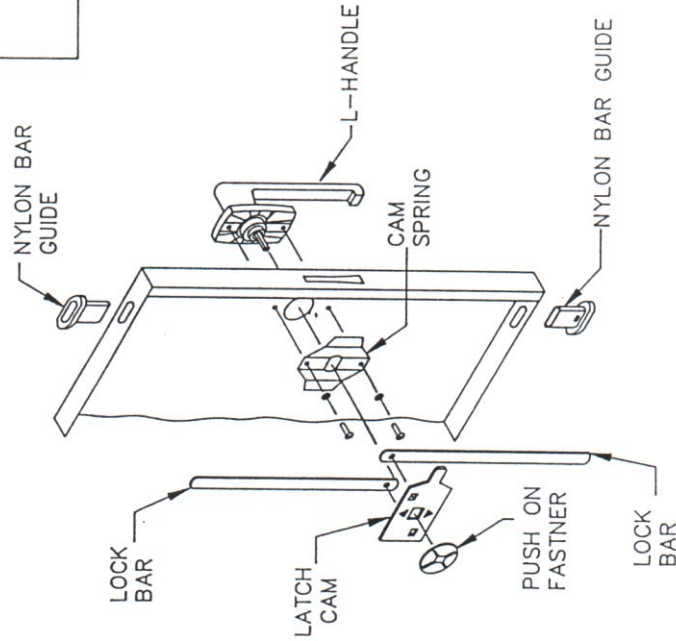

FIG.5
- 12 SLIP THE LATCH CAM OVER THE HANDLE SHAFT AND ENGAGE THE CAM LUGS IN THE LOCK BAR HOLES.(FIG.5)
- 13 COMPRESS THE CAM SPRING BY PUTTING PRESSURE ON LATCH CAM.(FIG.5)
- 14 PRESS PUSH ON FASTENER OVER THE HANDLE SHAFT.(FIG.5)